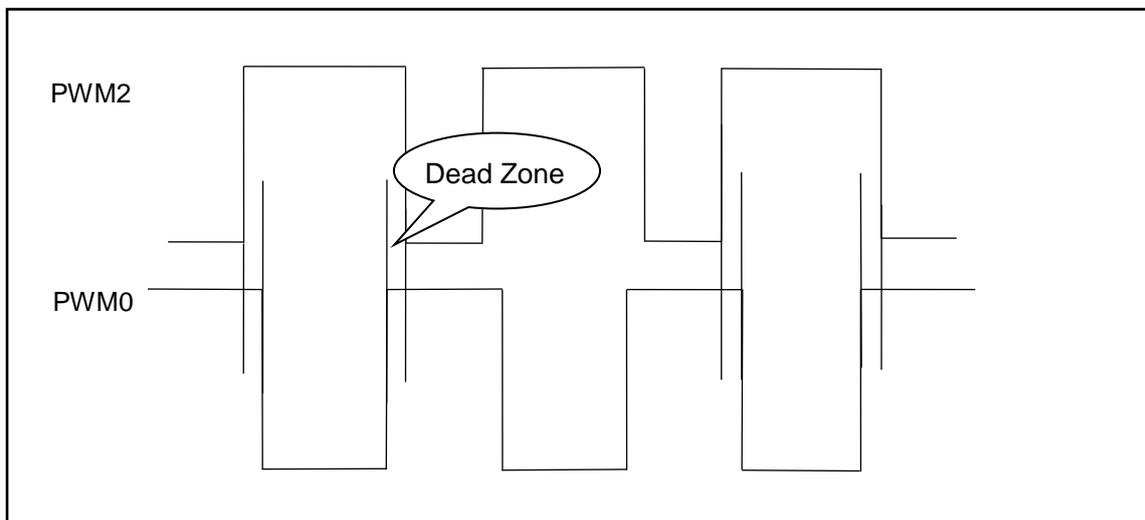

图 17: 两路互补 PWM 波形
1.上述程序中，固定占空比时对应的 PWM0/PWM2 波形如图 17 所示。